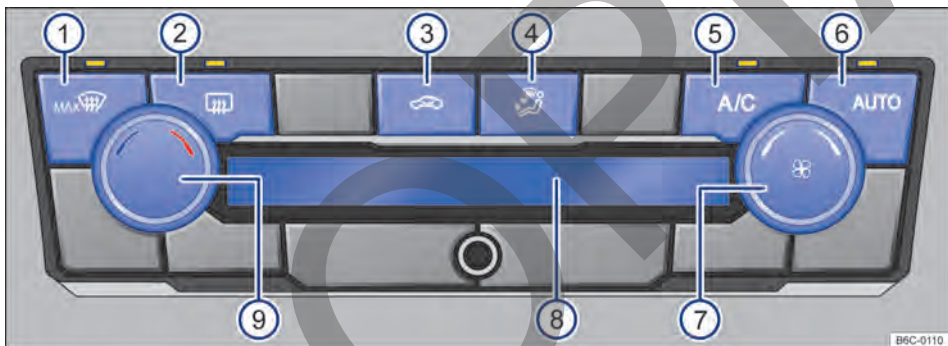

Fig. 83 Comandos del Climatronic.
- Climatronic: girar el regulador del ventilador a la izquierda hasta el tope → fig. 83 (7)
Con la tecla **AUTO** → fig. 83 (6) se puede encender el modo automático del Climatronic.
automático se apaga cuando la ventilación se cambia manualmente o con el cambio de la distribución de aire al presionar la tecla → fig. 83 (4).
- Climatronic: girar el regulador giratorio izquierdo → fig. 83 (9).
En la pantalla del Climatronic → fig. 83 (8) se indica la temperatura ajustada. ▶
- *Climatronic*: girar el regulador del ventilador → fig. 83 (7).
- *Climatronic*: presionar la tecla → fig. 83 (4) a la posición deseada, la distribución seleccionada se indicará en la pantalla (8).
- *Climatronic*: presionar la tecla  → fig. 83 (1).